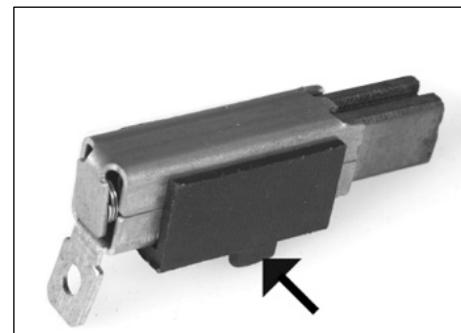

Рисунок 7.
- Установите щетку электродвигателя на место. Проследите за тем, чтобы маленький выступ был расположен правильно (рис. 7).